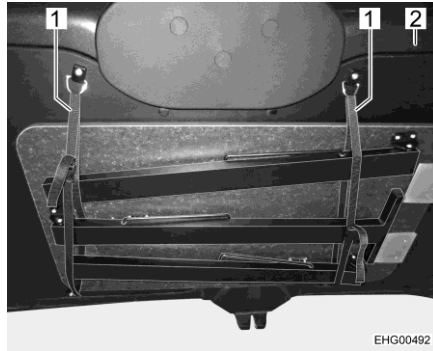

Bild 14 Tisch (an Heckklappe befestigt) (C500)
- Tisch mit 2 Gurten (Bild 14,1) sicher an Heckklappe (Bild 14,2) befestigen.